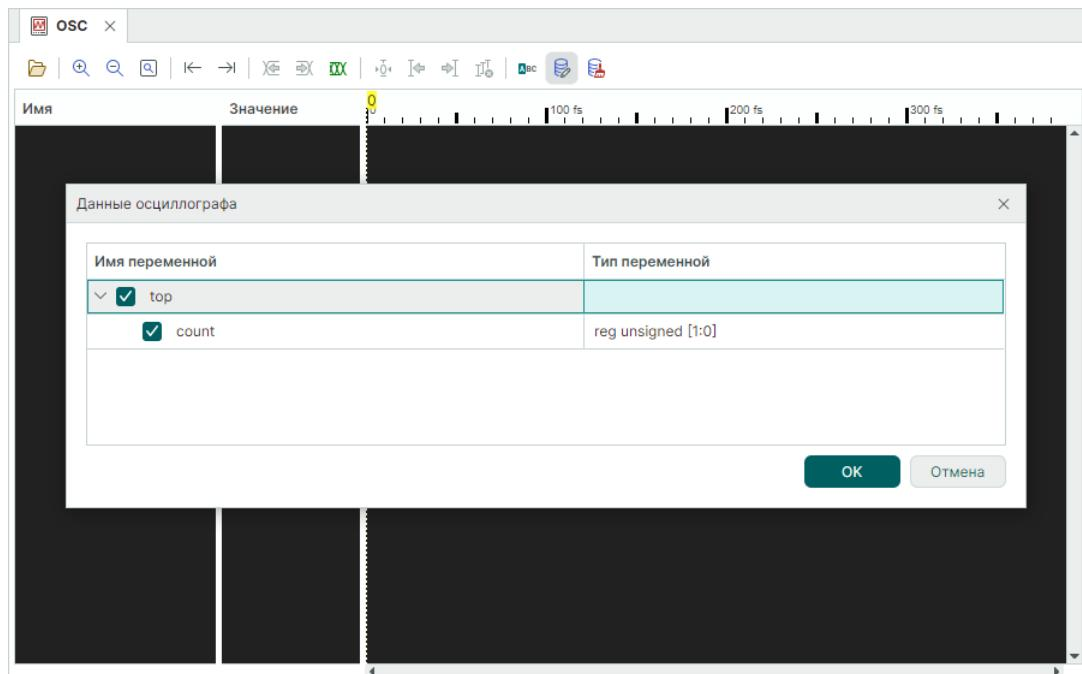

Рис. 31 Выбор необходимых данных
3. В открывшемся окне выберите данные путем установки флага рядом с данными, которые необходимо будет учесть при работе с осциллографом, см. Рис. 31. Нажмите «OK».